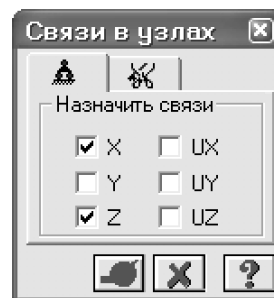

Рис.8.7. Диалоговое окно Связи в узлах
- С помощью пункта меню **Схема** ⇒ **Связи** (кнопка  на панели инструментов) вызовите диалоговое окно **Связи в узлах** (рис.8.7).